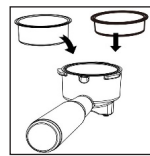

Рис. 5
- Вставьте один из фильтров для кофе (22) в держатель фильтра (4), совместив выступ на фильтре (22) с прорезью в держателе фильтра (4) и поверните фильтр (22) по/против часовой стрелки (рис. 5). Во время подготовки кофеварки к работе не засыпайте молотый кофе в фильтр (22).